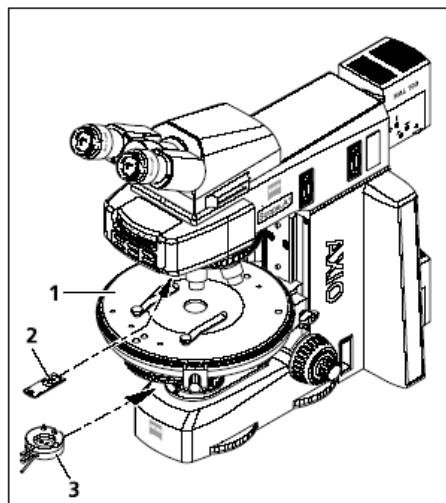

图4-7 透射光偏振组件
- 设定旋转式 Pol 载物台（图4-7/1）的中心。
- 使用可旋转起偏镜时，把起偏镜（图4-7/3）转入光路，并置于0°位置。
- 把检偏镜插板（图4-7/2）推入补偿镜插口，或者在反射镜转盘/插板上转入检偏镜模块。因为交叉起偏镜的缘故，此时视场呈黑色。
- 旋转载物台（图4-7/1）
- 根据第4.1.1 (3)节描述，校准透射明视场显微镜。确保双目观察筒已正确校准双眼距离（参见第3.5.1节）。
- 调中旋转 Pol 载物台（图4-7/1）。
- 使用可旋转起偏镜时，把起偏镜（图4-7/3）摇入光路，并置于 $0^\circ$ 位置。
- 把检偏镜模块摇进反射镜转盘（图4-7/2）（或者把检偏镜插板摇入中间板）。因为交叉起偏镜的缘故，此时视场呈黑色。